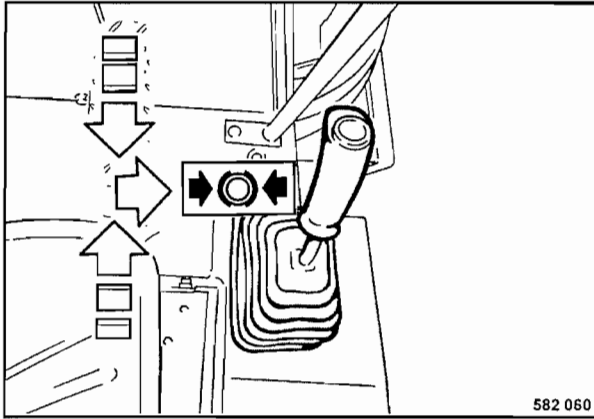

Fig. 38
- Colocar la palanca de marcha (Fig. 38) poco a poco en posición "Neutral" y encajar la palanca de marcha hacia la derecha en posición de frenado.